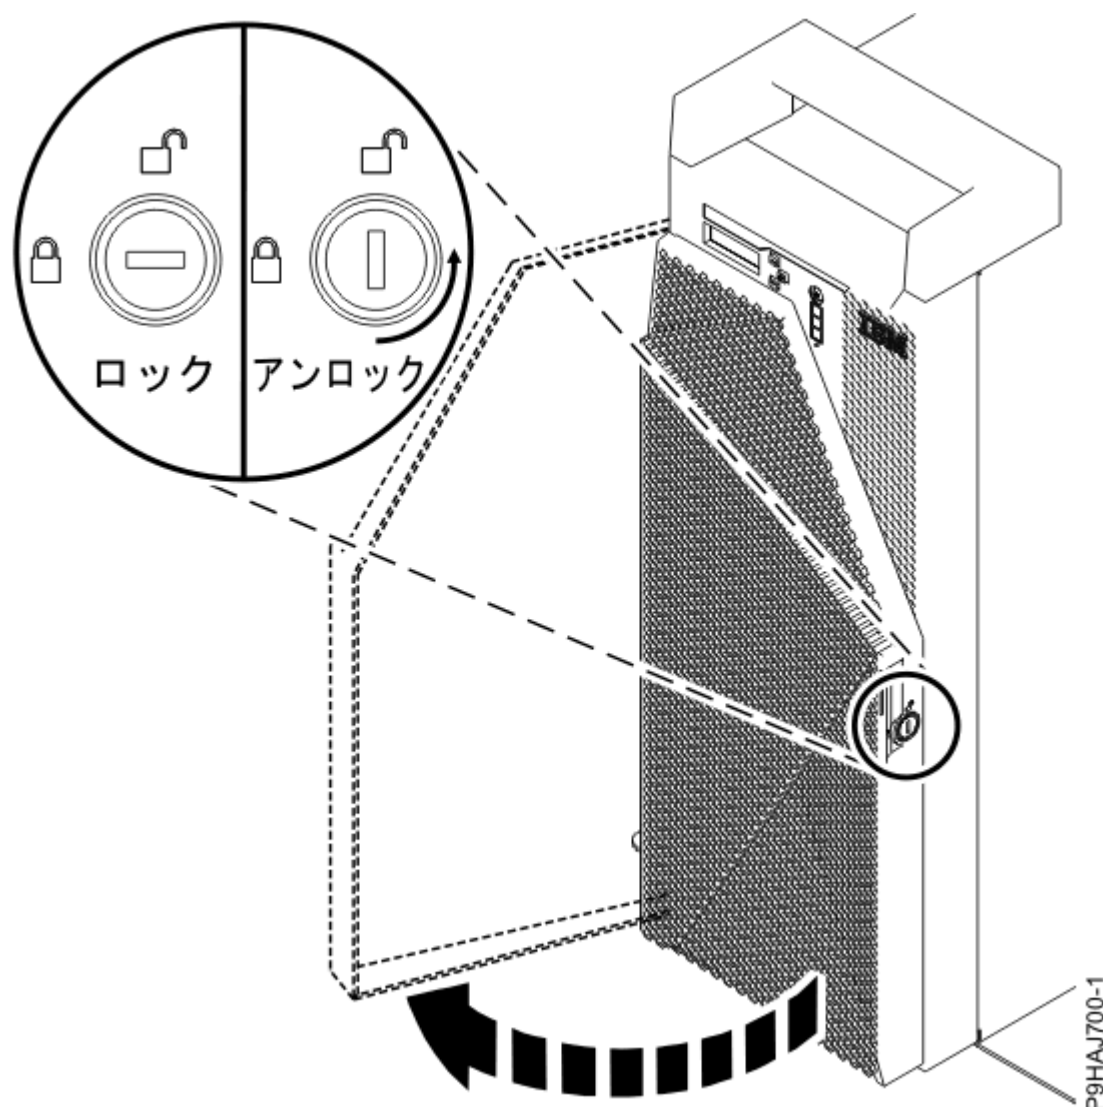

図 6. 前面ドアのアンロック
- a) 前面ドアの鍵をロックに差し込みます (8 ページの図 6 を参照)。鍵を左 (反時計方向) にひねって、ドアをアンロックします。水平方向がロック状態で、垂直方向がアンロック状態です。前面ドアを開きます。